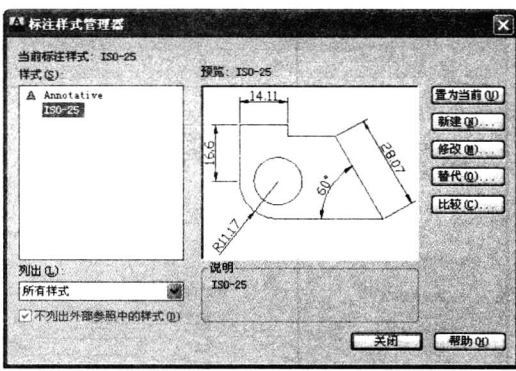

图 1-16 “标注样式管理器”对话框
1. 单击“标注”工具栏或“样式”工具栏中的“标注样式管理器”  按钮，弹出如图 1-16 所示的“标注样式管理器”对话框。